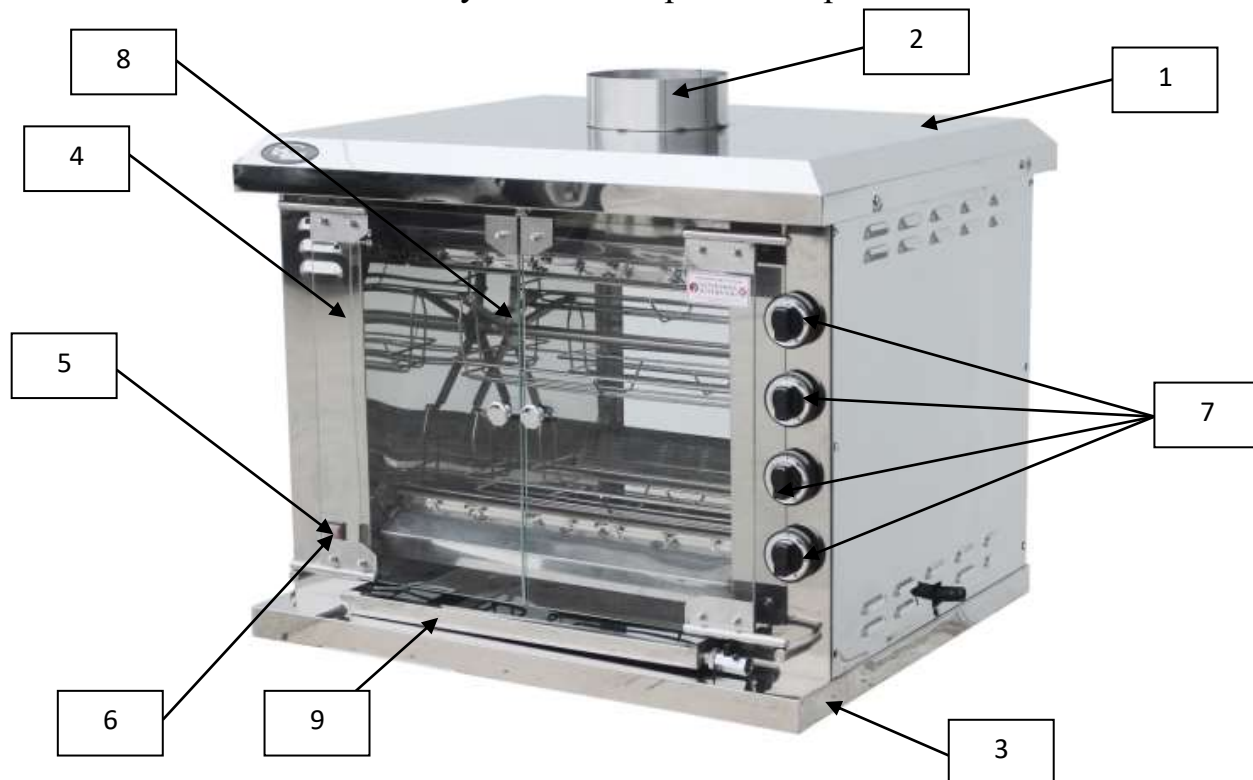

Рис. 1 Устройство карусельного гриля
4.1. Основные части изделия указаны на рис.1 и перечислены в таблице 3
- 7.8. Закрывать дверцы гриля и включить двигатель вращения вертелов при помощи кнопки на панели гриля слева поз. 6 рис. 1.